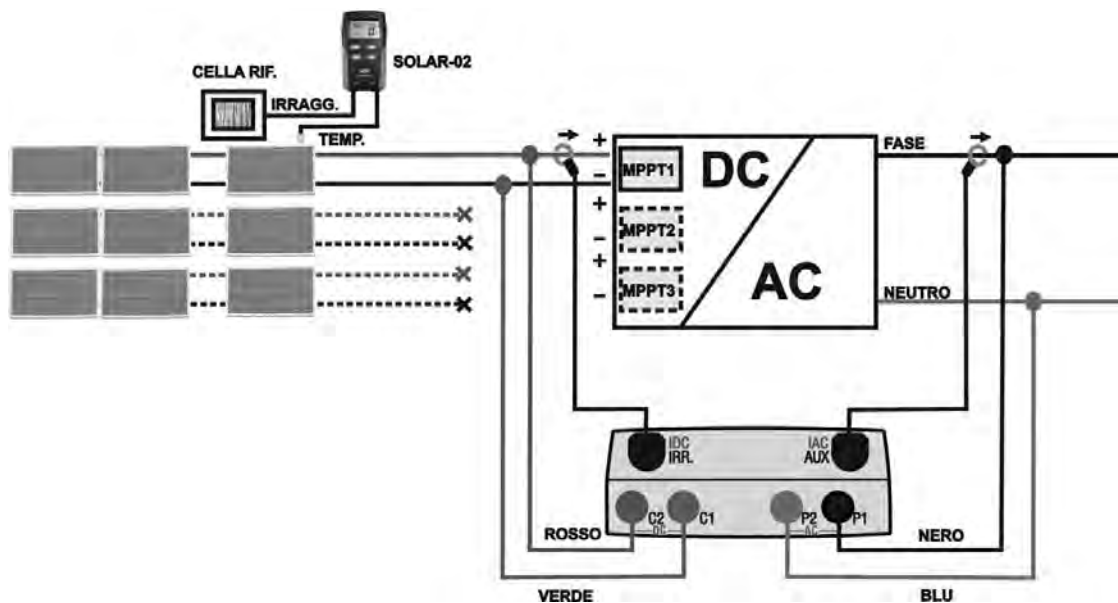

Fig. 4: Collegamento dello strumento per collaudo su impianto FV Monofase
5. Nel caso di inverter dotati di più di un inseguitore di potenza (MPPT) **lasciare collegata solo la stringa corrispondente al primo MPPT** come mostrato in Fig. 4. Sarà poi necessario ripetere le operazioni di seguito indicate lasciando collegata solo la stringa connessa al secondo MPPT, al terzo, ecc.
8. Collegare gli ingressi **C2** e **C1** rispettivamente ai poli positivo e negativo di uscita della stringa. Collegare gli ingressi **P1**, **P2** ai conduttori di Fase e Neutro rispettando i colori indicati in Fig. 4
10. Collegare la pinza di corrente DC sul conduttore positivo in uscita dalla stringa **rispettando il verso della freccia** presente sulla pinza stessa come indicato in Fig. 4. Posizionare la pinza il più lontano possibile dall'inverter ed evitare che il toroide sia in prossimità del conduttore negativo
11. Collegare la pinza AC sul conduttore di Fase L1 **rispettando il verso della freccia** presente sulla pinza stessa come indicato in Fig. 4. Posizionare la pinza il più lontano possibile dall'inverter ed evitare che il toroide sia in prossimità del conduttore Neutro. Collegare l'uscita della pinza all'ingresso **IAC** dello strumento